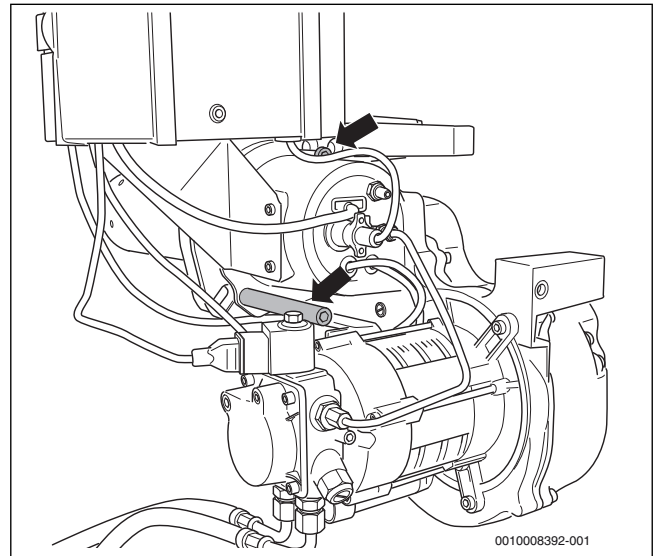

Fig. 34 Desserrer les vis de la fixation à baïonnette
- ▶ Desserrer les deux vis de la fixation à baïonnette (→ fig. 34, flèches).